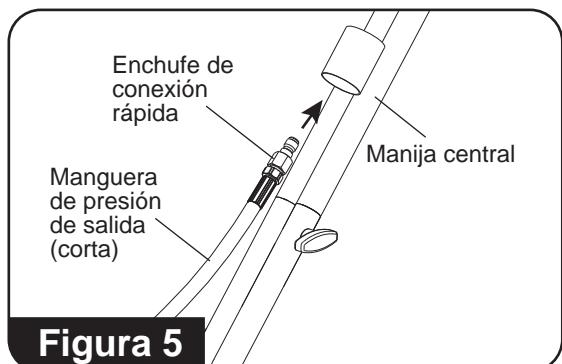

Figura 5
5. Tome la manguera de presión de salida corta y, comenzando con el extremo del enchufe de conexión rápida, deslícela a través de la parte inferior del tubo guía en la parte delantera del ensamble de la manija central. **(Consulte la figura 5)**